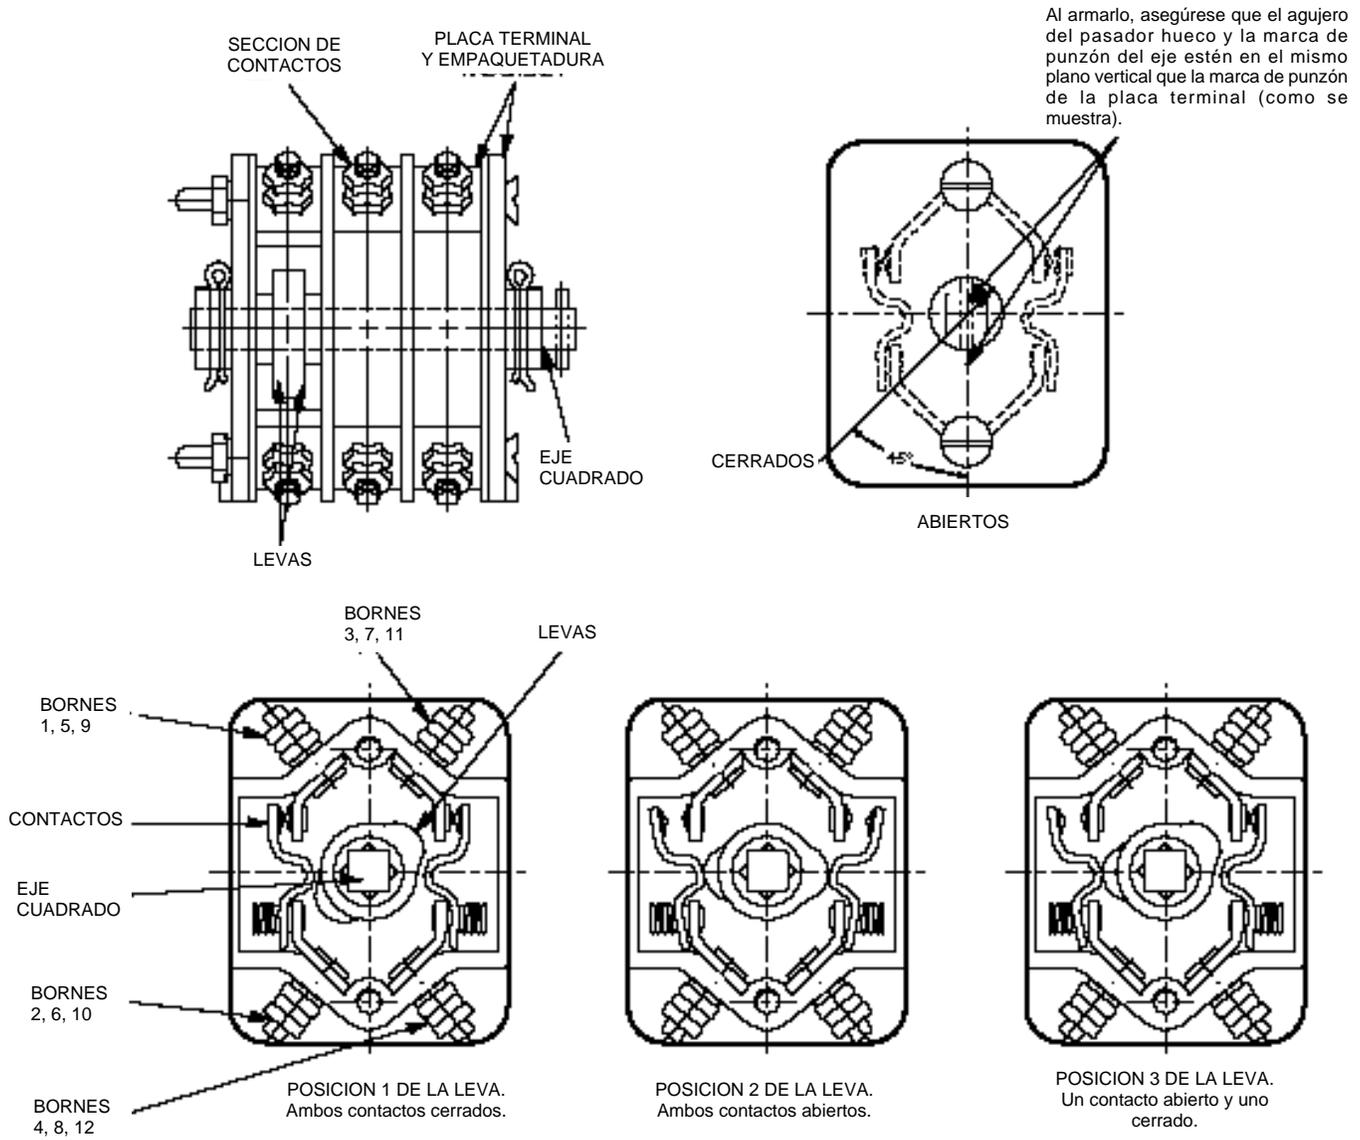

Figura 12.
7. Vuelva a colocar las levas en una de las posiciones indicadas en la Figura 12.